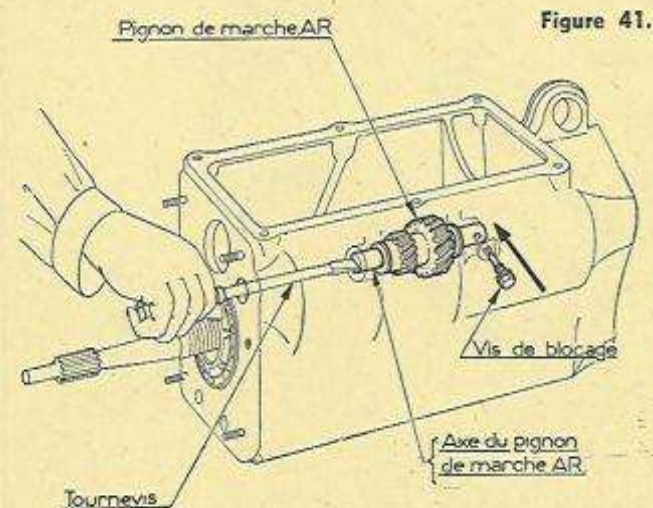

Figure 41.
- Avec un tournevis, introduit dans la fente de l'axe, faciliter l'engagement de la vis de blocage VZ 18 munie d'une rondelle « blocfor » (fig. 41).